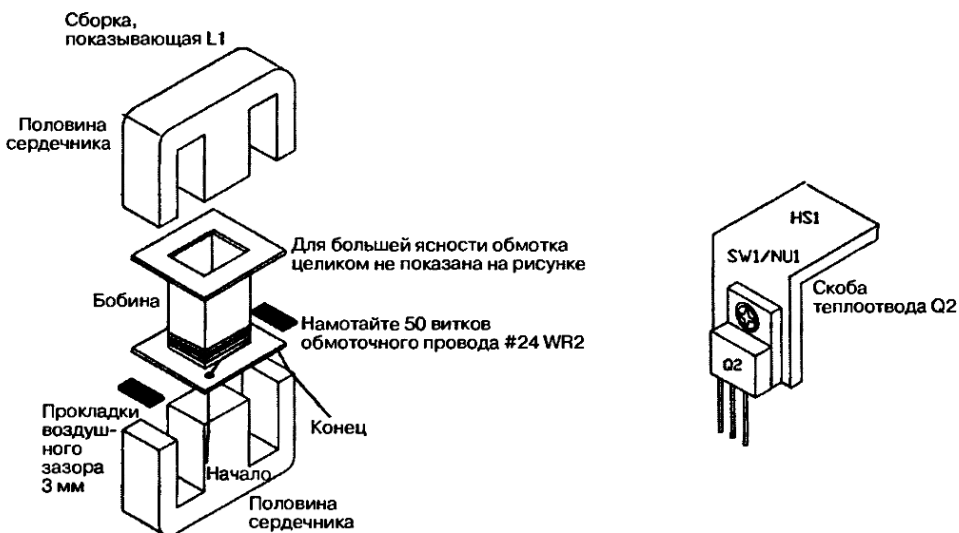

Рис. 27.4. Сборка индуктивности L1 и теплоотвода HS1 для транзистора Q2
| L1 | 1 | Индуктор с сердечниками 2 Hitachi 30.48 E и соответствующей обмоткой, как показано на рис. 27.4 | IUPPP1L1 |
| HS1 | 1 | Скоба теплотвода для транзисторов Q1, Q2, показанная на рис. 27.4 | |
3. Перед сборкой выполняется подготовительная работа по изготовлению теплоотвода для транзистора Q2 в виде скобы из алюминиевой пластинки 1,9×5,08×0,16 см. Согните ее посередине под углом 90° и просверлите отверстие для винта и гайки SW1/NU1. Затем установите Q2 на теплоотвод, как показано на рис. 27.4.
5. Соберите катушку дросселя L1, намотав 50 витков обмоточного провода #24 на нейлоновую бобину как можно ровнее. Оставьте по пять сантиметров с каждого конца, зачистите их и облудите припоем для надежного соединения со схемой. Соберите III-образный сердечник (см. рис. 27.4). Проложите с каждой стороны полосы из картона 0,008 см, итого 0,016 см. Если у вас есть комбинированный прибор – мультиметр, измерьте индуктивность, которая должна составлять 1,5 мГн.